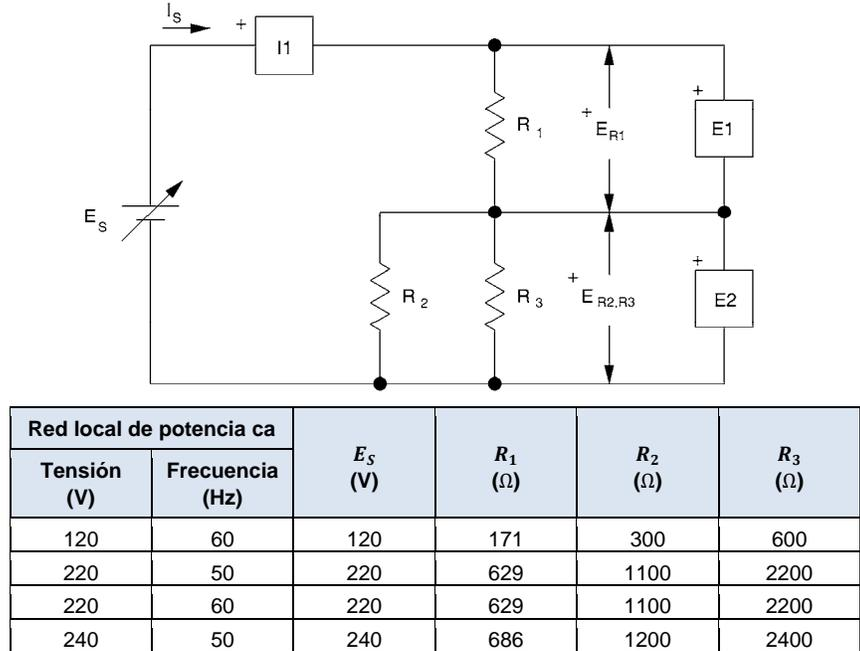

Figura 1-19. Ajuste de un circuito combinación serie.
11. Monte el circuito combinación serie de la figura 1-19 y ajuste el módulo Carga resistiva con los valores de resistencias indicados. Conecte las entradas I1, E1 y E2 para medir los parámetros del circuito. Para las mediciones del circuito, utilice el archivo de configuración existente *ES11-7.dai*.
2. Se duplica el valor de la fuente de tensión del circuito de la figura 1-19. ¿Qué efecto tendrá esto en la corriente y tensiones del circuito?
3. El valor del resistor R_3 de la figura 1-19 se reduce a la mitad. La corriente a través de R_2 , ¿aumentará o disminuirá?